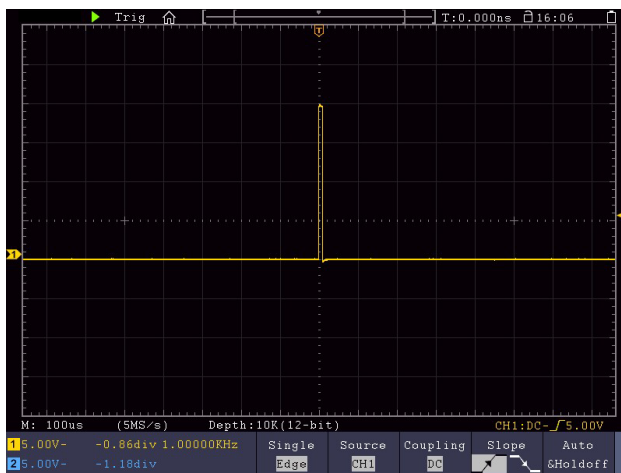

Рисунок 9-3 Захват одиночного сигнала
12. Проверьте индикатор состояния триггера в верхней части экрана, если он не готов, нажмите кнопку Run/Stop – начнется сбор данных, дождитесь триггера. Если сигнал достигает заданного уровня триггера, будет произведена одна выборка, которая затем отобразится на экране. Используя этот подход, случайный импульс может быть легко захвачен. Например, если мы хотим найти выброс с высокой амплитудой, установите уровень триггера чуть более высоким, чем среднее значение уровня сигнала. Нажмите кнопку Run/Stop и дождитесь триггера. Как только произойдет выброс, прибор автоматически сработает и запишет форму сигнала вблизи точки запуска. Повернув ручку «Горизонтальное положение» в горизонтальной области управления на панели, вы можете изменить положение горизонтального срабатывания, чтобы получить отрицательную задержку, что облегчает наблюдение за формой сигнала до появления выброса (см. Рисунок 9-3).